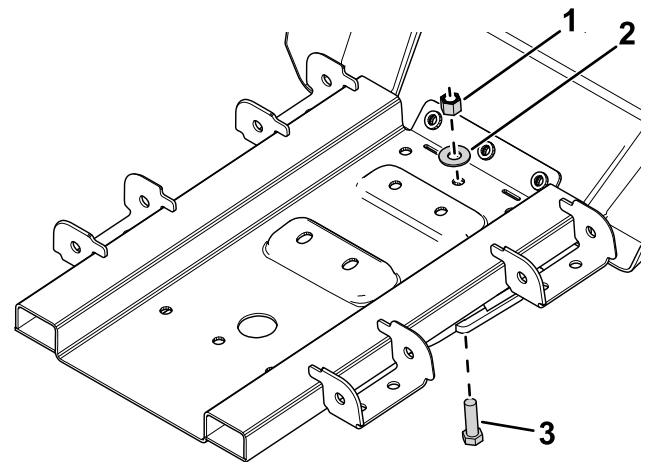

Figura 1
4. Avec un boulon et une rondelle plate, fixez la plaque de protection sur le cadre du véhicule (Figura 1).